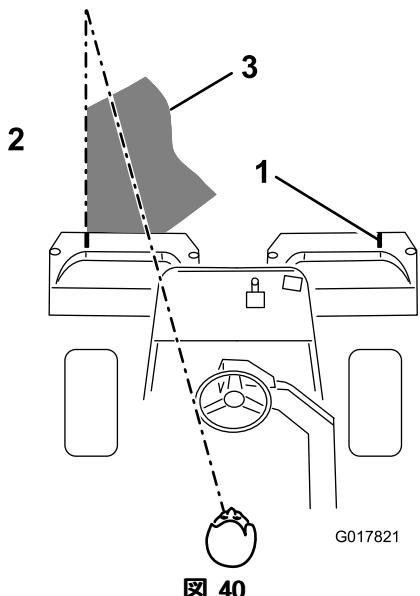

図 40
3. 行きと帰りでのオーバーラップができるだけ小さくなるように運転します。グリーン内をぶれずにきれいに直進し、刈り込みの済んだ列との距離を一定に保って走るためには、車体前方 1.8 から 3 m のところに視線を置いて、刈り込み済みの済んでいる列にラインを合わせるようにするのがコツです（図 40）。ハンドルを目印にして距離を合わせても良いでしょう。その場合、ハンドルの縁と本機前方の目標ラインとを重ねて見ながら運転します（図 40）。